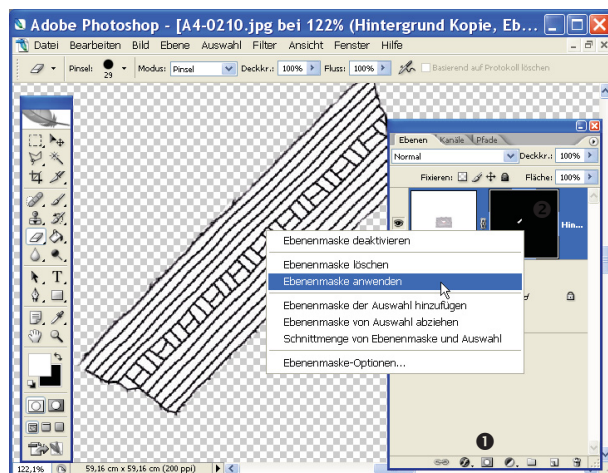
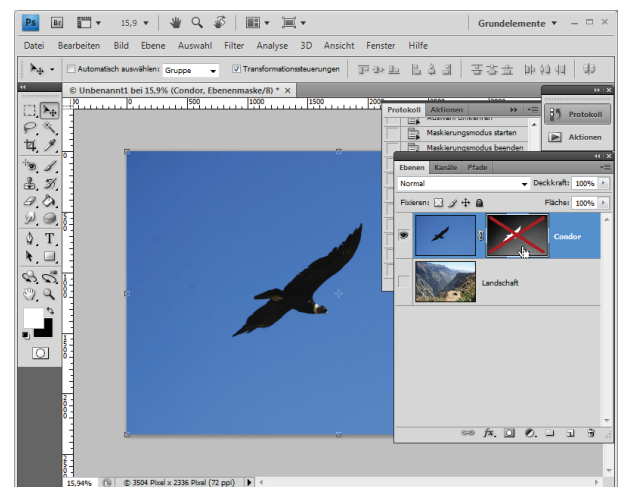

Abb. 11-80: Bildelemente mit Hilfe der Ebenenmaske separieren
Abb. 11-84: Ebenenmaske deaktiviert
- SM: P EBENEN ► Ebene *Hintergrund Kopie* auswählen | reMt | EBENENMASKE HINZUFÜGEN (Abb. 11-80 ❶)
- P EBENEN: reMt auf die EBENENMASKENMINIATUR (Abb. 11-80 ❷) | EBENENMASKE ANWENDEN ►► Alle maskierten Pixel der Ebene werden gelöscht.
- SM: P EBENEN: Mit reMt auf die EBENENMASKENMINIATUR (Abb.11-80) kann die Ebenenmaske bei Bedarf deaktiviert werden (Abb.11-84).